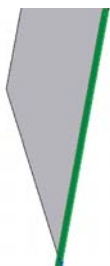
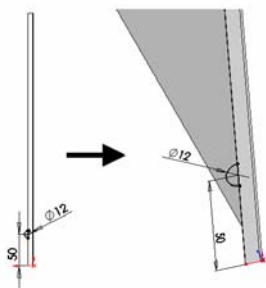

图 10-8 选择绘图基准面
图 10-9 绘制薄片草图
① 绘制生成“薄片”的草图。单击图 10-8 中的平面，然后单击“标准视图”工具栏中的“正视图”图标，将该表面作为绘制草图的基准面。单击“草图”工具栏中的“圆”图标和“直线”图标，使用“剪裁实体”图标，绘制半圆草图，圆心在边线上，并且标注智能尺寸，如图 10-9 所示。
② 生成“薄片”。选择菜单栏中的“插入”→“钣金”→“基体法兰”命令，或者单